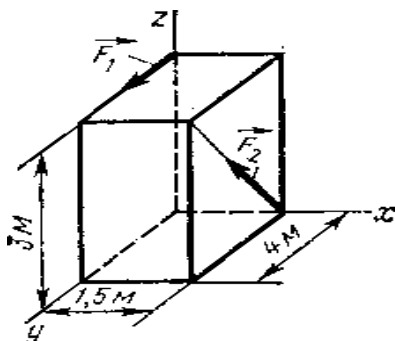

Рис.8
5. На прямоугольный параллелепипед, как показано на рис. 8, действуют силы $F_1=10\text{Н}$ и $F_2=20\text{Н}$. Определить моменты этих сил относительно осей x , y и z .